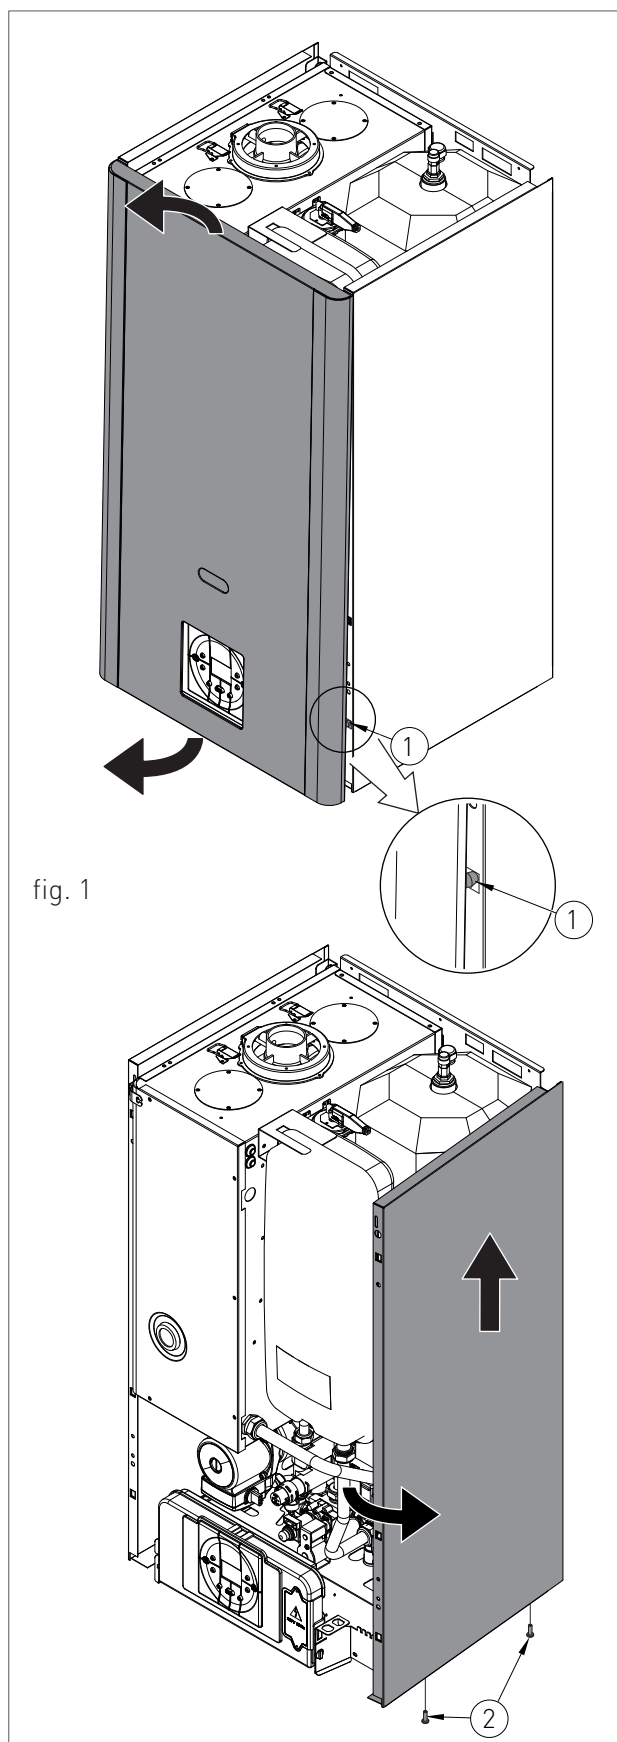

fig. 1
- › afferrare il pannello frontale nella parte inferiore ed esercitare forza verso l'esterno sganciando i pioli (1 - fig. 1) fissati a pressione.
- › rimuovere le viti (2 - fig.1) di fissaggio poste nel bordo inferiore del pannello laterale;
- › afferrare la base del pannello e, dopo averlo spostato lateralmente, estrarlo alzandolo (vedi fig. 1).
- > Afferrare contemporaneamente le staffe di supporto del pannello comandi (fig. 1) allargandole, e rovesciare il pannello ruotandolo verso il basso;
- > svitare le quattro viti di fissaggio 1 - fig. 1;
- › collegare un tubo flessibile al rubinetto di scarico dell'impianto 'RS' (fig. 1) e collocare l'altra estremità del tubo flessibile ad un adeguato scarico;
- › ruotare il rubinetto di scarico dell'impianto 'RS' (fig. 1);
- › quando tutta l'acqua è defluita, chiudere le valvole di sfiato dei radiatori ed il rubinetto di scarico dell'impianto 'RS' (fig. 1).
- › ruotare il rubinetto di scarico del boiler 'RB' (fig.1);
- › ad operazione terminata, chiudere il rubinetto di scarico del boiler 'RB' (fig.1) e tutti i rubinetti di erogazione precedentemente aperti.
- › collegare un tubo flessibile al rubinetto di scarico del boiler 'RB' (fig.1) e collocare l'altra estremità del tubo flessibile ad un adeguato scarico;